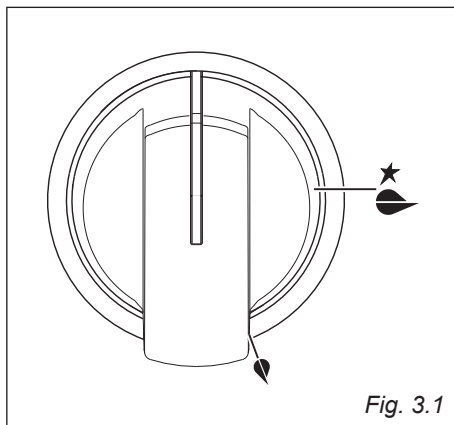

Fig. 3.1
L'afflusso del gas ai bruciatori è regolato da un rubinetto valvolato comandato dalla manopola di fig. 3.1.
- ✓ L'accensione elettrica è incorporata nelle manopole dei bruciatori e si identifica per il simbolo ★ vicino al simbolo “ 🔥 ” (fig. 3.1).